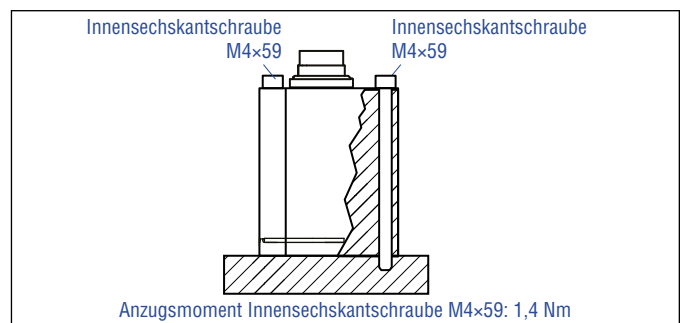

Abb. 22: Befestigung mittels Innensechskant-Schrauben M4x59
3. Montieren Sie das Sensorelektronikgehäuse über die drei Innensechskantschrauben M4x59 aus unmagnetischem Material. Anzugsmoment: 1,4 Nm (Abb. 22). Sichern Sie die Schrauben vor dem Einbau, z.B. mit Loctite 243. Entfernen Sie zuvor die drei Rändelmuttern.
2. Montieren Sie das Sensorelektronikgehäuse über drei Innensechskantschrauben M4×59 aus unmagnetischem Material an dem Sensorrohr bzw. am HFP-Profil: Anzugsmoment: 1,4 Nm (Abb. 22). Sichern Sie die Schrauben vor dem Einbau, z.B. mit Loctite 243. Entfernen Sie zuvor die drei Rändelmutter.
- Montieren Sie den Sensor über den Flansch mit den drei Innensechskantschrauben M4×59 aus unmagnetischem Material. Anzugsmoment: 1,4 Nm (Abb. 22). Entfernen Sie vor dem Anschrauben die drei Rändelmuttern.